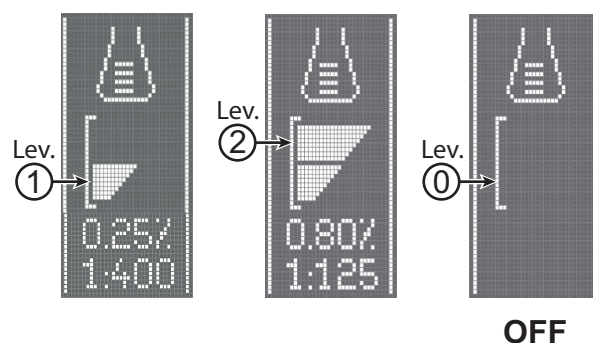

Abbildung 7
Die Mischanlage für Reinigungsmittel und Wischwasser wird automatisch eingeschaltet, wenn die Bürste in Betrieb ist. Der Prozentsatz des zum Wischwasser gemischten Reinigungsmittels wird auf Ebene 1 eingestellt (Abb. 7). Der Prozentsatz kann durch Drücken der Taste (49) auf Ebene 2 erhöht oder auf Ebene 0 auf Null gestellt werden. Die eingestellten Prozentsätze werden auf dem Display angezeigt (50-H).